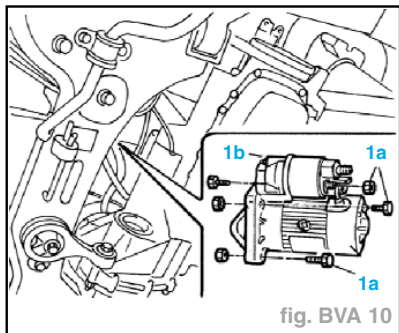

fig. BVA 10
- Dévisser les vis et écrous de fixation (1a) puis éloigner le démarreur (fig. BVA 10).